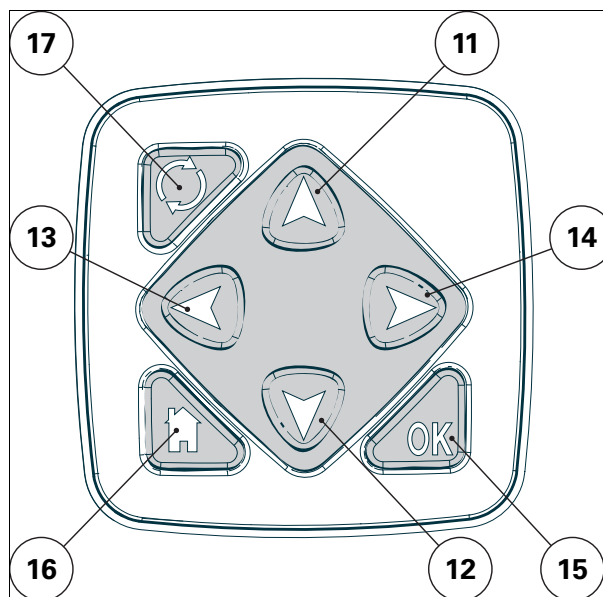

Рис. 10.
Для переключения между дисплеями используйте кнопку "Отмена" ((16)) на клавиатуре Блок управления ТМС рис. 10 на главном экране.
Для переключения между дисплеями используйте кнопку со стрелкой "вниз" на клавиатуре Блок управления ТМС рис. 10 на главном экране.
- (1) ЖК-дисплей переднего хода, нейтрали и заднего хода
- (2) Индикатор чувствительности сервопривода заднего хода
- (3) Дисплей скорости переднего хода
- (4) Цифровой дисплей: Частота вращения заднего MOM, частота вращения двигателя, время работы, часы наработки двигателя.
- (5) Дисплей включенной повышающей передачи
- (6) Дисплей включенной понижающей передачи
- (7) Дисплей включенной конвейерной передачи.
- (8) Дисплей уровня масла во вспомогательной гидравлической системе
- (9) Индикатор автоматической работы переднего моста
- (10) Дисплей выбора: Параметры частоты вращения заднего MOM и двигателя могут отображаться в нижней части экрана и выбираются нажатием кнопки (17), расположенной на рулевом колесе рис. 10 справа.